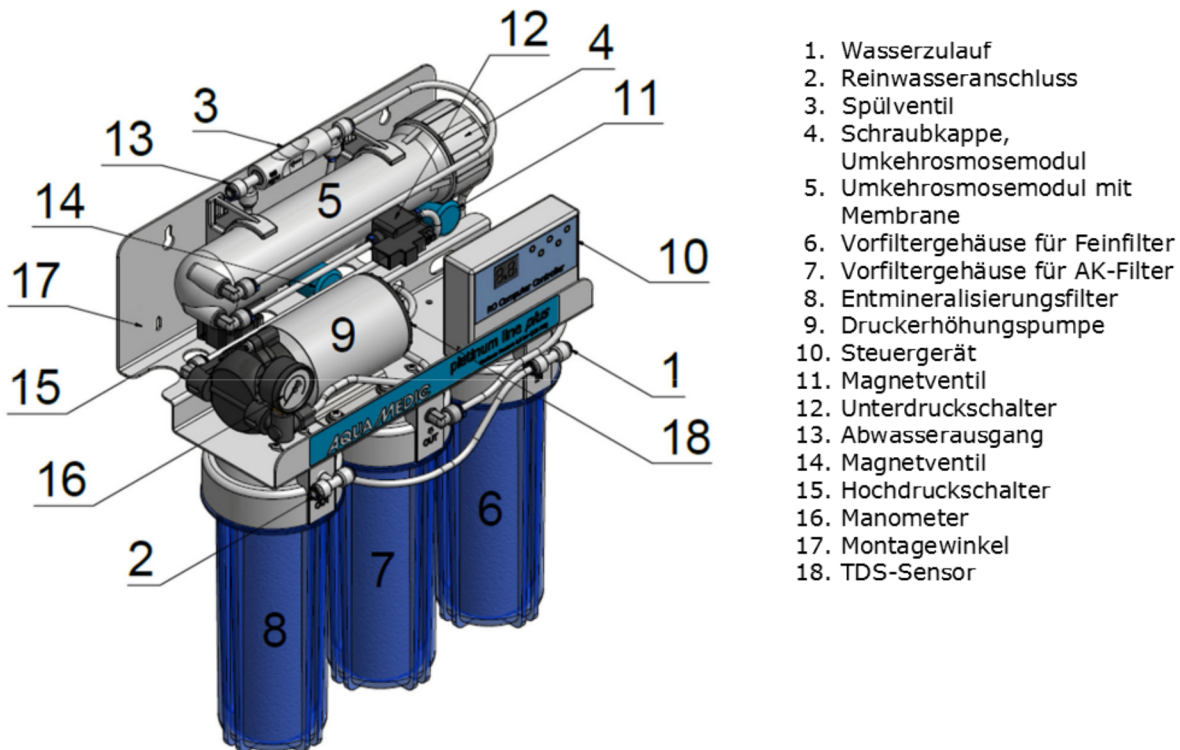

Abb. 4: platinum line plus
- Umkehrosmosemodul PTFC 200 mit einer hochwertigen Kunststoffmembrane aus Polyamid/Polysulfon mit bis zu 400 Litern Tagesleistung bei 6-7 bar Druck (Abb. 4, Nr. 5)
Die Anschlüsse verteilen sich wie folgt (s. Abb. 4):
- **Es kommt weder Osmose noch Abwasser aus der Anlage:** Dies kann an einem Defekt des ersten Magnetventils (Abb. 4, Nr. 11), am Ausfall eines Drucksensors (Abb. 4, Nr. 12 oder 15) oder einer verblockten Membrane liegen. Anlage über den Händler zur Reparatur einschicken.
- **Es fließt zu viel Abwasser:** Das Rein-/Abwasserverhältnis ist größer als 1:3. Spülventil ersetzen oder Membranleistung überprüfen. Das Rein-/Abwasserverhältnis ist abhängig von der Wassertemperatur, den Wasserinhaltsstoffen, dem Spülventil und dem Druck. Prüfen, ob das Magnetventil unterhalb des Spülventils (Abb. 4, Nr. 14) schließt. Falls nicht, Anlage über Händler einschicken.
- **Es fließt zu wenig Reinwasser:** Prüfen, ob auch zu wenig Abwasser fließt und ggfs. Vorfilter oder Membrane wechseln. Prüfen, ob das Magnetventil unter dem Spülventil (Abb. 4, Nr. 14) nach dem Spülvorgang beim Einschalten der Anlage schließt. Falls nicht, Anlage über den Händler zur Reparatur einschicken.
- **Wasserdruck zu niedrig:** Druckerhöhungspumpe prüfen und bei Defekt ersetzen. Im Falle eines defekten Unterdruckschalters startet die Anlage ebenfalls nicht: Unterdruckschalter ersetzen (Abb. 4, Nr. 12).
- **Es kommt weder Rein- noch Abwasser:** Prüfen, ob das Magnetventil (Abb. 4, Nr. 11) öffnet. Falls nicht, Anlage über den Händler zur Reparatur einschicken.